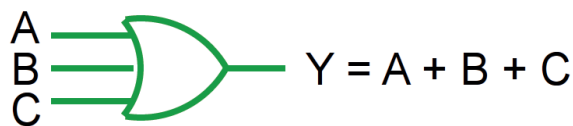

Figura 3.43 – Porta OU de três entradas.
3. A saída de uma porta OU de 3 entradas é $Y = A + B + C$, figura 3.43. A tabela verdade da porta OU de 3 entradas é dada na Tabela 3.16.